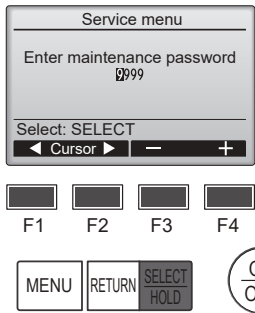

Fig. 6-2
- ① Seleccione "Service" (Revisión) desde el Menú principal, y pulse el botón [SELECT/HOLD] (Aceptar/Sujetar).
- ② Una vez seleccionado el Menú Revisión aparecerá una ventana que pide la contraseña. (Fig. 6-2)